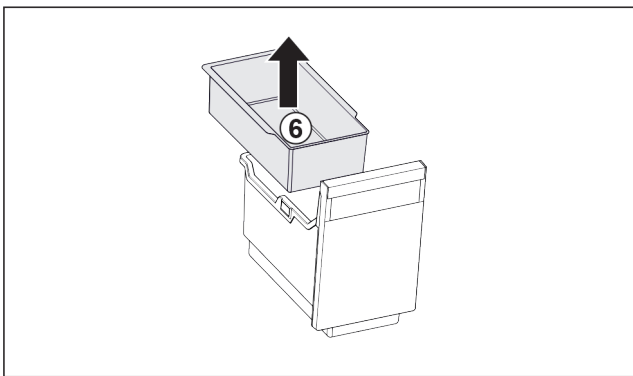

Fig. 105
- ▶ Irrota ripustuskulho Fig. 105 (6).